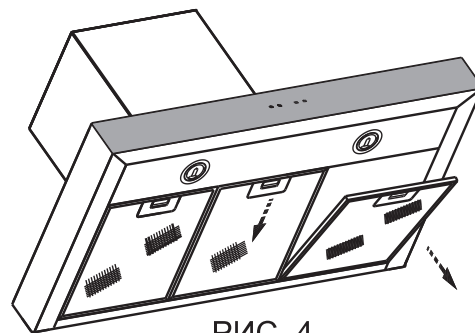

РИС. 4
- перед установкой зонта снимите алюминиевые фильтры, для этого нажмите на пружинный замок на фильтре и потяните фильтр вниз и на себя (рис. 4);
8.3 Для очистки алюминиевого фильтра извлеките его из зонта (рис. 4) и произведите очистку с помощью щетки горячим водным раствором нейтрального моющего средства вручную или в посудомоечной машине (при 60°C).